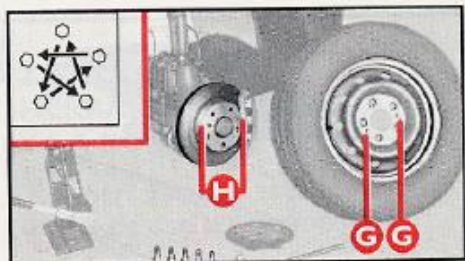

fig. 7
7) Monte la rueda de repuesto haciendo coincidir los orificios **G**-fig. 7 con los correspondientes pernos **H**. Cuando monte la rueda de repuesto, asegúrese de que las superficies de apoyo de la misma estén limpias y sin impurezas, ya que si entran suciedades en los orificios de los tornillos éstos podrían aflojarse.
10) Apriete a fondo los tornillos, pasando alternativamente de un tornillo a su opuesto diametralmente, siguiendo el esquema ilustrado en fig. 7.